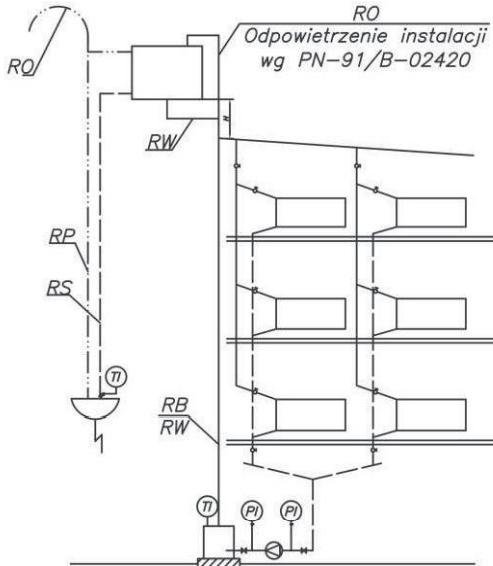

Рис.6. Примерная схема защиты водной системы центрального отопления, состоящей из одного котла или теплообменник, верхняя часть, насос установлен на возврате
- 3) подключить трубы системы безопасности в соответствии спольской нормой (рис. 6),